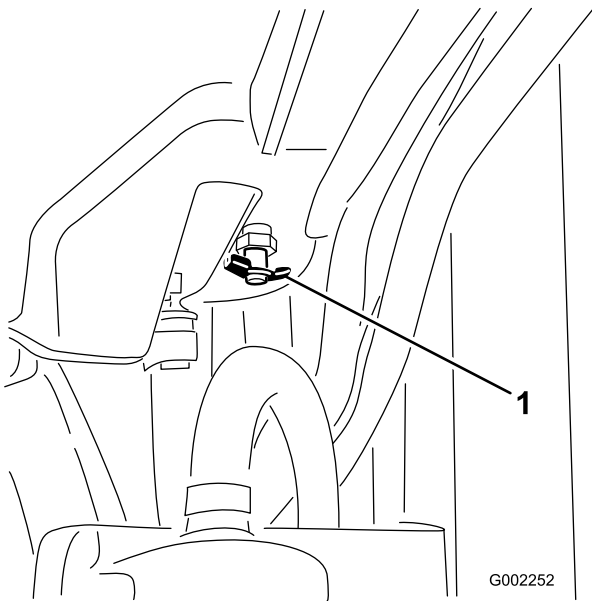

図 83
4. ドレンバルブを開いて冷却液を排出する 図 83。
5. ドレンバルブを閉じる 図 83。